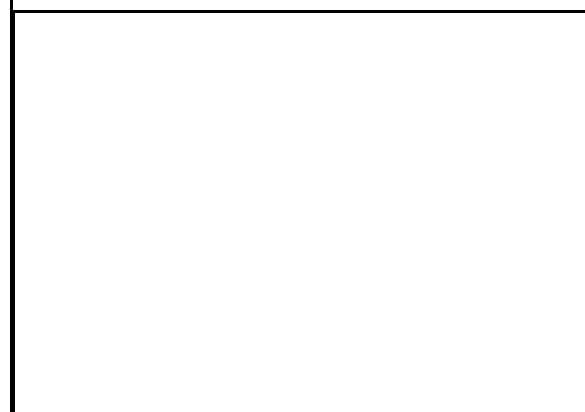

Fig. 121
5. Repousser ou tirer les 1/2 essieux jusqu'à la position souhaitée. Pour ce faire, mesurer la distance "x" à partir du rebord extérieur du châssis de base (Fig. 121/1) jusqu'au milieu de la roue du pulvérisateur et faire coulisser en conséquence le 1/2 essieu en le poussant ou en le tirant.